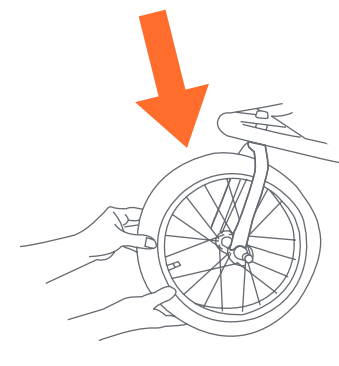

Fig. 20
- 20)** • Levante la rueda delantera hasta que no toque el suelo y dé un golpe firme al neumático (la llanta) (Fig. 20). La rueda no debe de aflojarse o caerse.